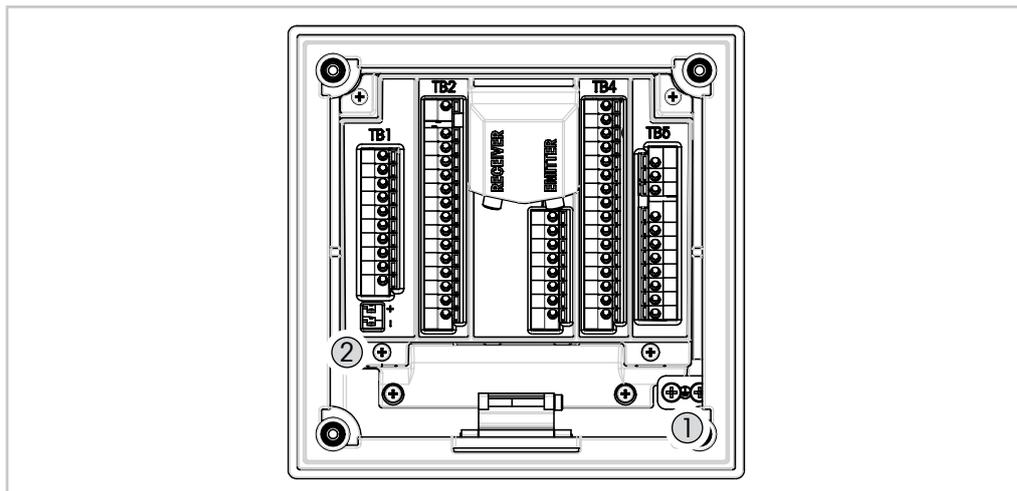

Fig. 12: Anschluss der Schutzerde an die PE-Klemme und die interne Masseverdrahtung
3. Für die Edelstahlausführung: Schließen Sie die Schutz Erde gemäß Fig. 12 auf Seite 32 an die PE-Klemme an. Der Schutzleiter muss einen Leitungsquerschnitt von mindestens 0,8 mm² (18 AWG) haben.
Für die Edelstahlausführung: Schließen Sie die Schutz Erde gemäß Fig. 12 auf Seite 32 an die PE-Klemme an.